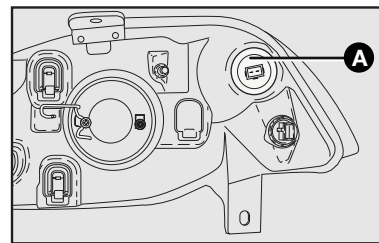

fig. 37
2) Retirar o porta-lâmpadas **A-fig. 37** girando-o no sentido anti-horário;